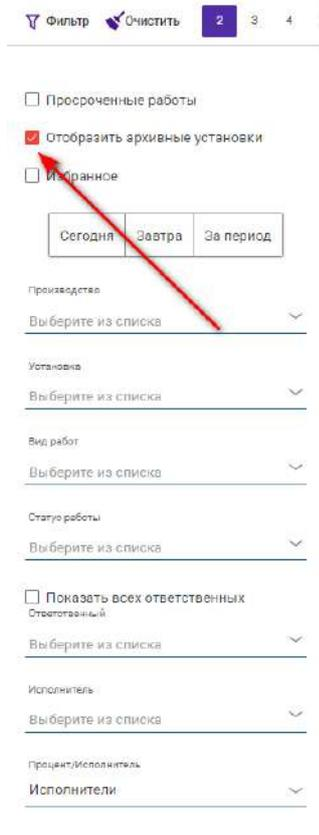

Рисунок 28 — Установка в фильтре отметки «В Архиве»
- Установите отметку возле: признак «Отображение архивной установки» (см.рис.28);